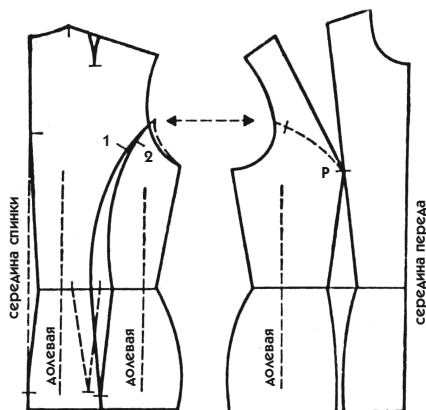

Рис. 145
1. Скопируйте *перед лифа* базового лекала. Закройте верхнюю вытачку и поместите лекало на фигуре, чтобы начертить изогнутую линию рельефа от точки Р до проймы (рис. 145).
2. На расстоянии 3—4 см от проймы поперек линии рельефа сделайте засечку (рис. 145).
3. Примерно на середине между боковой линией и линией рельефа отметьте долевую нить, проведя пунктир параллельно срединной линии (рис. 145).
5. Скопируйте *спинку лифа* базового лекала, проведите пунктирной линией вытачку от талии, но только ту ее часть, которая переходит на юбку (рис. 145).
- На линии талии распределите остальные  $\frac{2}{3}$  распах вытачки по обе стороны от конца второй линии базовой вытачки. На рис. 145 базовая вытачка отмечена мелким пунктиром. От этой новой глубины вытачки, отмеченной на талии, проведите вниз линии вытачки, как они должны быть (см. рис. 145). (Не забудьте, что середина вытачки должна быть параллельна срединной линии.)
- сложите перед и спину лифа боковыми срезами вместе, уравнивая низ проймы, и проведите горизонталь, как показано на рис. 145 пунктирной линией со стрелками;
- на расстоянии 3—4 см от проймы сделайте слева от первой линии рельефа засечку 1 (рис. 145);
- для подгонки линии рельефа с боковой стороны к длине другой линии продолжите вторую линию рельефа на необходимую величину, то есть на расстояние между засечками 1 и 2. Уточните линию проймы, как показано пунктирной линией на рис. 145;